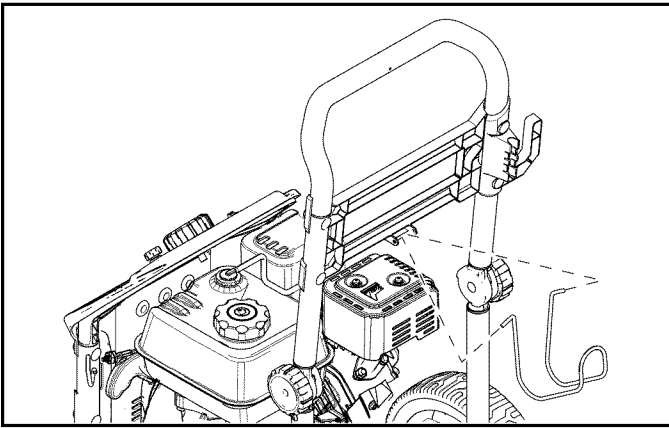

Figura 4-4. Instale le gancho para manguera.
4. Instale le gancho para manguera (Figura 4-4).